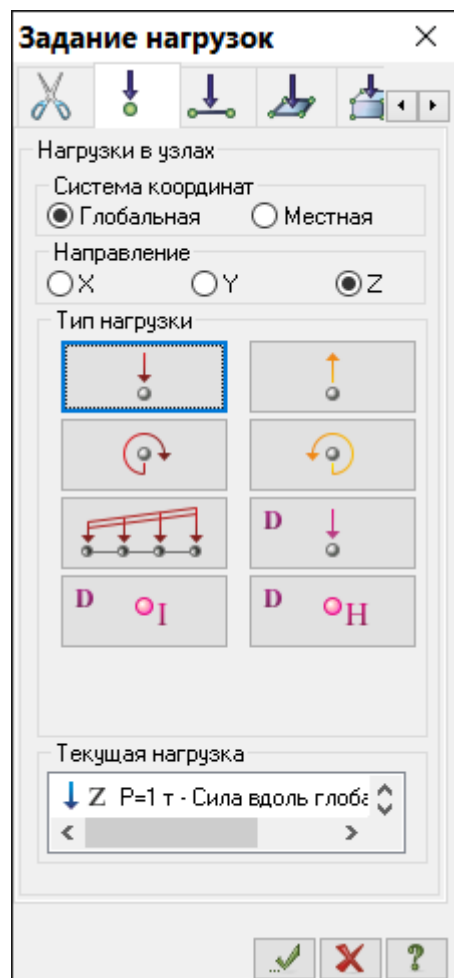

Рис.10.16. Диалоговое окно **Задание нагрузок**
- Вызовите диалоговое окно **Задание нагрузок** на закладке **Нагрузки в узлах** (рис.10.16) выбрав команду  – **Нагрузка на узлы** в раскрывающемся списке **Нагрузки на узлы и элементы** (панель **Нагрузки** на вкладке **Создание и редактирование**).